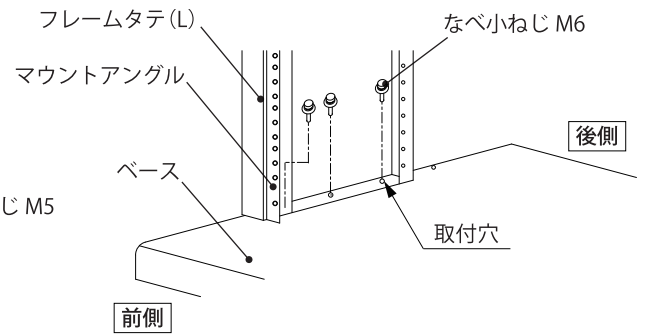

図 4
② ベース上面の取付穴に、なべ小ねじ M6 (左右各 3 カ所) にて固定してください。(図 4)